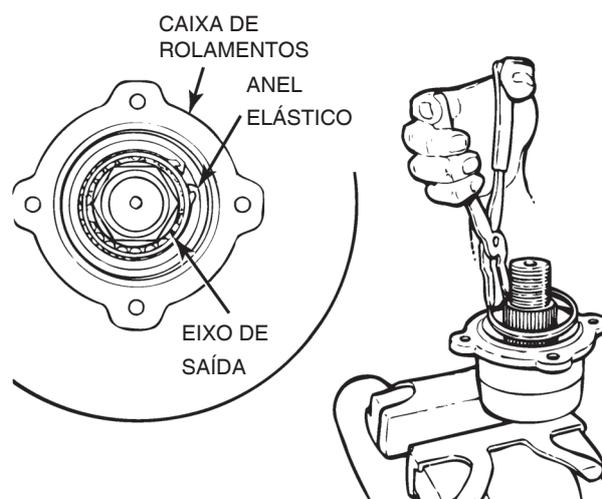

Figura 3.12
3. Remova o anel elástico interno que fixa a capa do rolamento na caixa de rolamentos. Figura 3.12.